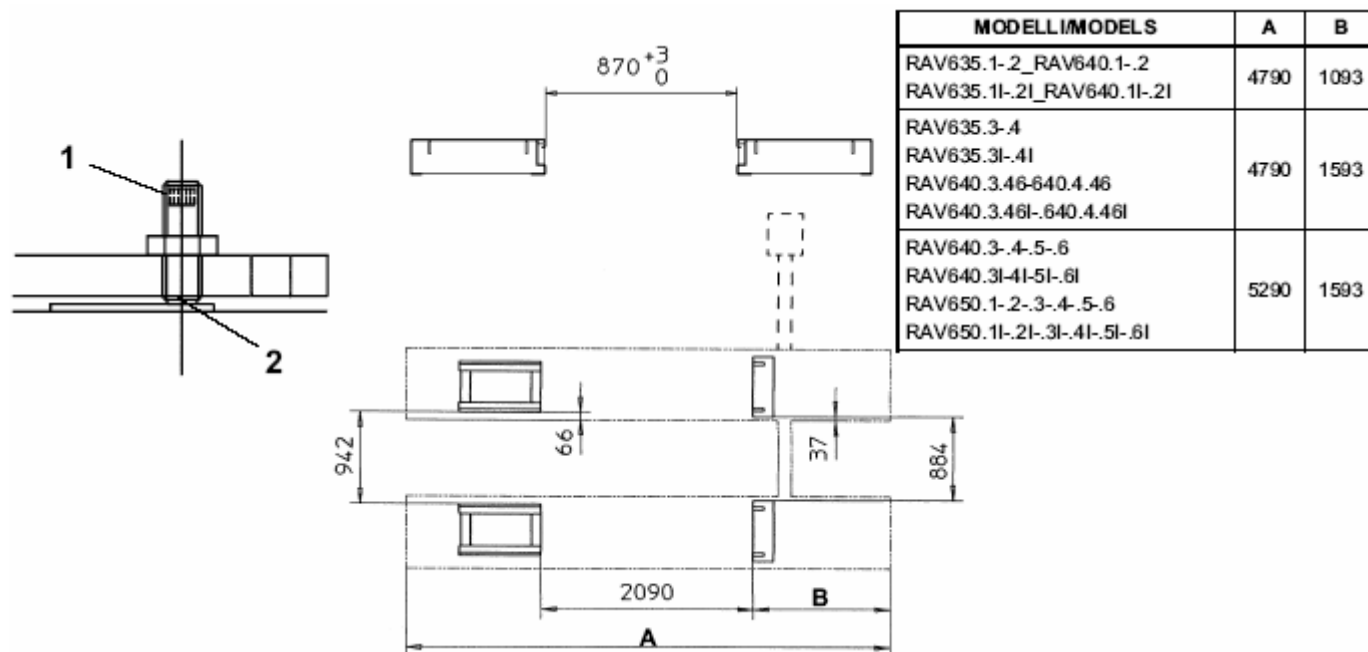

Рис. 18
- Удалить кожух с пульта управления, установить его в соответствующую позицию и заменить пробку бака пробкой со щупом для измерения уровня масла (11);
- Соединить шланги (7-8) с клапанами, шланги (3-5) с пультом управления, а дренажную трубу (14) со штуцером (15) Для установки с врезкой в корпус, необходимо проложить шланги до их соединения;
- Присоединить шланги 9-10 (детектор люфтов) и установить платформу P2 в канаву, сохраняя при этом расстояние 870^{+3}_0 между платформами, за счет установки шайб (2) под регулировочными винтами (1) на опорной поверхности (Рис. 18).
- Удалить кожух с пульта управления, установить его в соответствующую позицию и заменить пробку бака пробкой со щупом для измерения уровня масла (13);
- Присоединить шланги 9-10 (детектор люфтов) и установить платформу **P2** в канаву, сохраняя при этом расстояние 870^{+3}_0 между платформами, за счет установки шайб (2) под регулировочными винтами (1) на опорной поверхности (Рис. 18).